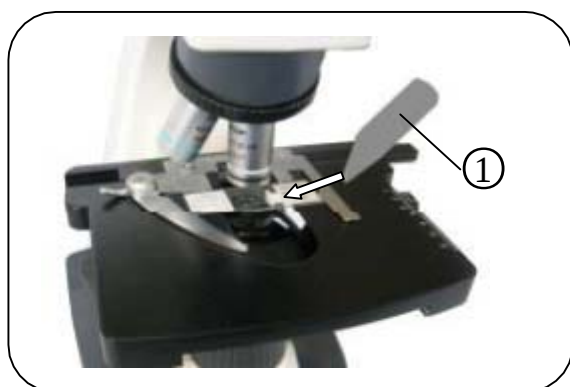

Fig. 18.
11. Uso del objetivo 100X con aceite de inmersión (Fig. 18).